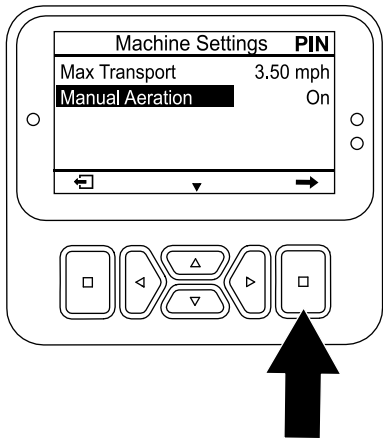

图 113
5. 按向下按钮直至MANUAL AERATION手动打孔选项被选定然后按选择按钮 图 113将手动打孔设置为打开。